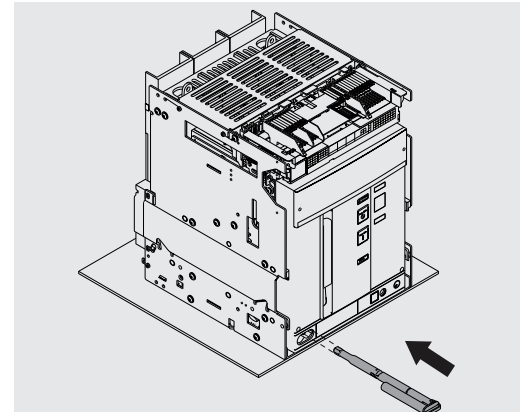

Figure 93
13. Remettre la manivelle dans son logement. Voir Figure 93.